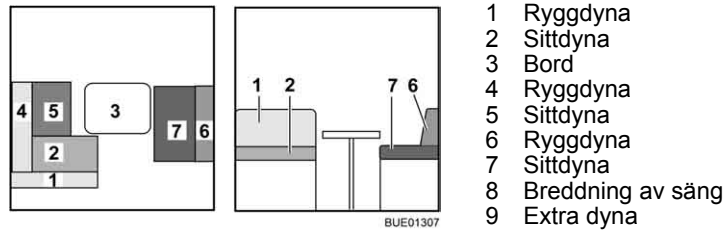

Bild 158 Före ombyggnaden
- Bygg om bordet (Bild 158,3) till sängbotten (se avsnitt 6.11).
- Tag bort ryggdynan (Bild 158,1) och lägg den åt sidan.